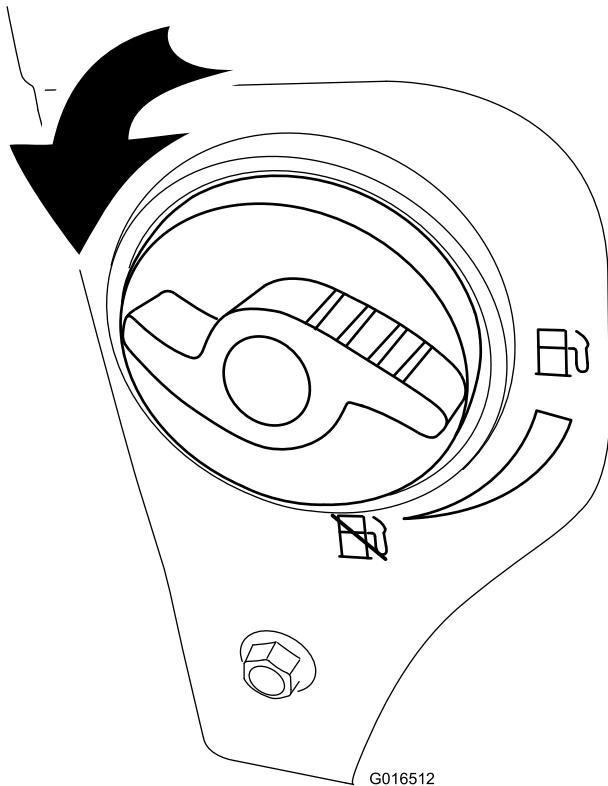

Рисунок 26
- Поверните отсечной топливный кран на 1/4 оборота против часовой стрелки для того, чтобы открыть его (Рисунок 26).